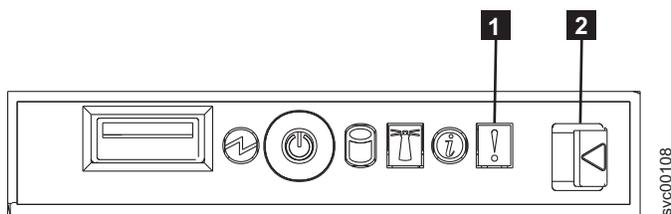

図 101. SAN ボリューム・コントローラー 2145-8F4 オペレーター情報パネル
1. SAN ボリューム・コントローラー 2145-8F2 または SAN ボリューム・コントローラー 2145-8F4 オペレーター情報パネル 上のエラー LED (図 101 を参照) が点灯または明滅していますか?